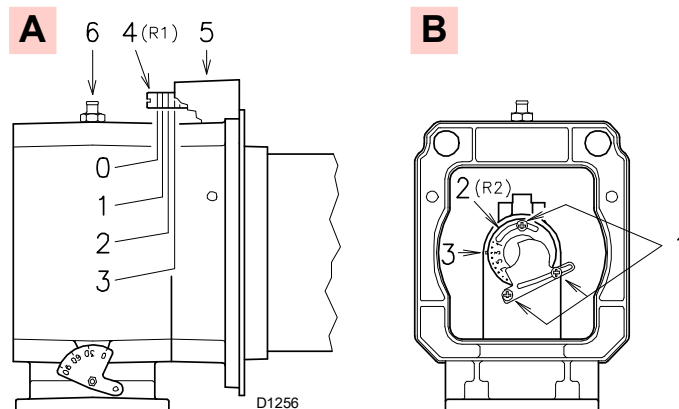
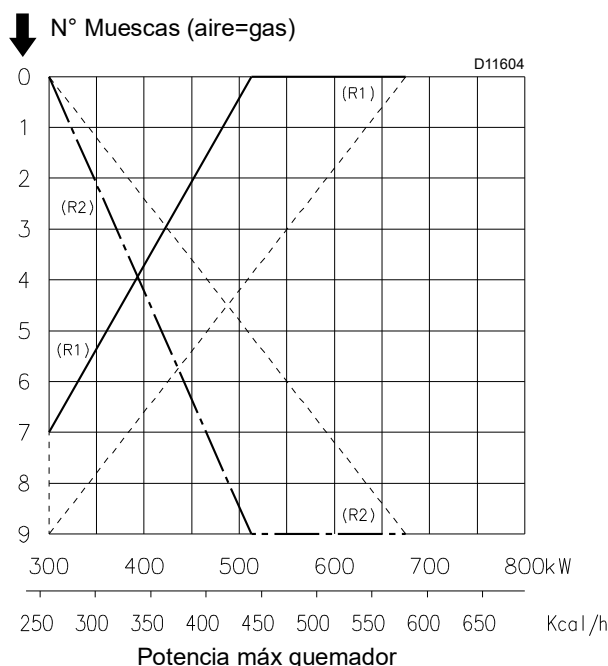

Fig. 18
Fig. 19
En este punto de la instalación, el tubo de llama y el manguito se fijan a la caldera como se indica en A)(Fig. 18).
- aire R1 A)(Fig. 18)
- gas/aire R2 B)(Fig. 18)
Encontrar en el gráfico (Fig. 19) la muesca a la que regular tanto el aire como el gas.
- Girar el tornillo 4)(Fig. 18) hasta que coincida la muesca encontrada con el plano delantero 5) de la brida.
Para facilitar la regulación, aflojar el tornillo 6)(Fig. 18), regular y después bloquear.
- Aflojar los 3 tornillos 1)(Fig. 18) y girar la tuerca 2) hasta que coincida la muesca hallada con el índice 3).
Del diagrama (Fig. 19) se desprende que para esta potencia las regulaciones son:
El gráfico (Fig. 19) indica la regulación óptima para un tipo de calderas según la Fig. 4 en la pág. 11. Si la presión del gas lo permite, cerrando la tuerca 2)(Fig. 18) se puede reducir la formación de NOx.